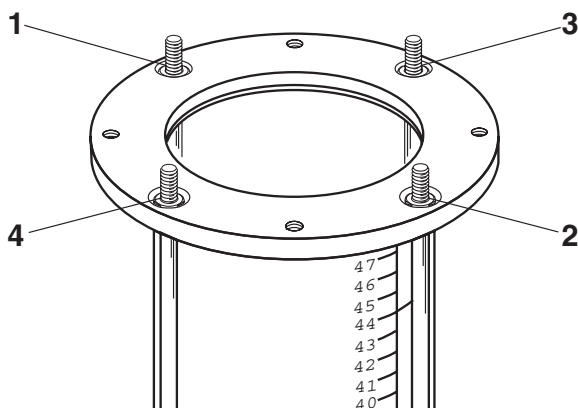

Fig 4-1. Secuencia de retirada y apretado de las tuercas.
- 2 Desatornille la tuerca de ajuste (17) varias vueltas para aflojar el sello de la junta de cierre del adaptador (28/29) y retire el adaptador.
- 3 Con ayuda de una llave, y en la secuencia que muestra la Fig. 4-1, retire las tuercas (8) y las arandelas (9) de muelle que fijan las varillas de soporte (2) a la brida (10).